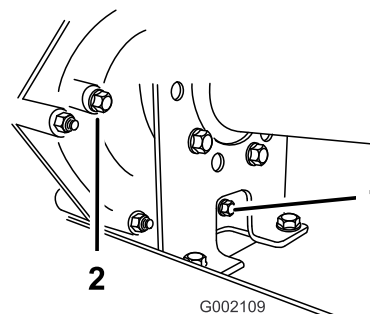
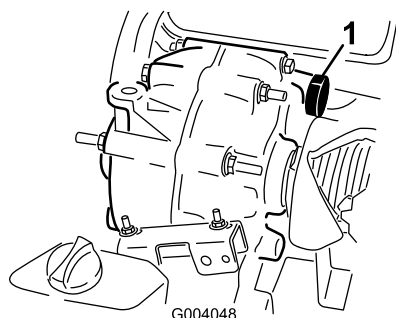

Figura 46
Figura 47
1. Limpe a área em torno do tampão de enchimento com um trapo (Figura 46).
2. Retire o tampão de enchimento rodando-o para a esquerda (Figura 46).
3. Verifique o nível do óleo da transmissão, observando pelo orifício para o tampão de enchimento (Figura 46).
5. Coloque e aperte o tampão de enchimento e a junta no orifício do tampão de enchimento da transmissão (Figura 46).
1. Limpe a área em torno dos tampões de enchimento e escoamento com um trapo (Figura 46).
3. Retire o tampão de enchimento rodando-o para a esquerda (Figura 46).
4. Retire o tampão de escoamento rodando-o para a esquerda (Figura 46).
5. Coloque e aperte o tampão de escoamento e a junta no orifício do tampão de escoamento da transmissão (Figura 46).
6. Encha o reservatório (Figura 47) através do orifício do tampão de enchimento com aproximadamente 1,4 litros do óleo especificado ou até o nível de óleo na transmissão estar alinhado com a parte inferior das estrias (Figura 46).
7. Coloque a aperte o tampão de enchimento e a junta no orifício do tampão de enchimento da transmissão (Figura 46).
9. Verifique o nível de óleo e adicione mais óleo, se o nível estiver abaixo das estrias do orifício do tampão de enchimento (Figura 46).